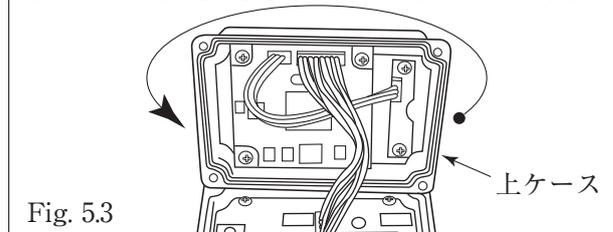

Fig. 5.3
- ここで、180°の回転であれば、線のついたまま上ケースを反転させてください。(Fig.5.3)